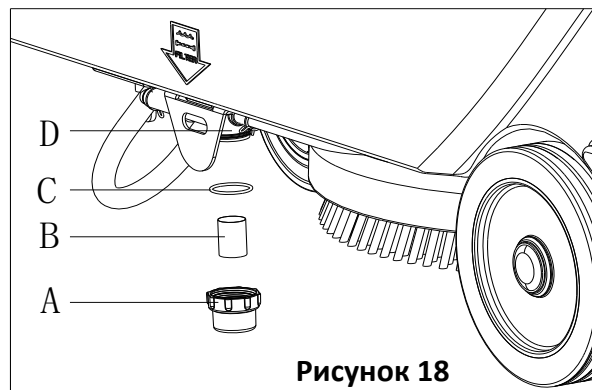

Рисунок 18
4. Снимите крышку фильтр моющего средства (А, Рисунок 18), чтобы очистить сетчатый фильтр (В), и затем прикрепите их обратно к опоре фильтра (D).